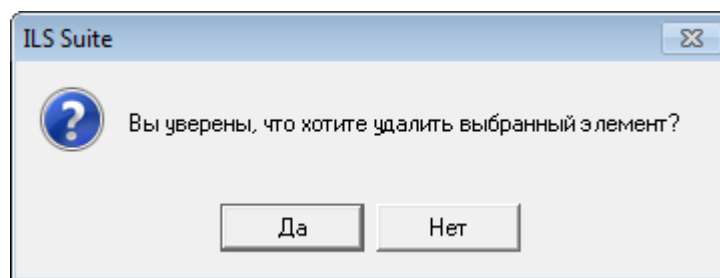

Рис. 12-4 – Диалоговое окно при удалении раздела справочника
- 4) В открывшемся диалоговом окне нажать «Да» для подтверждения действия (рис. 12-4).